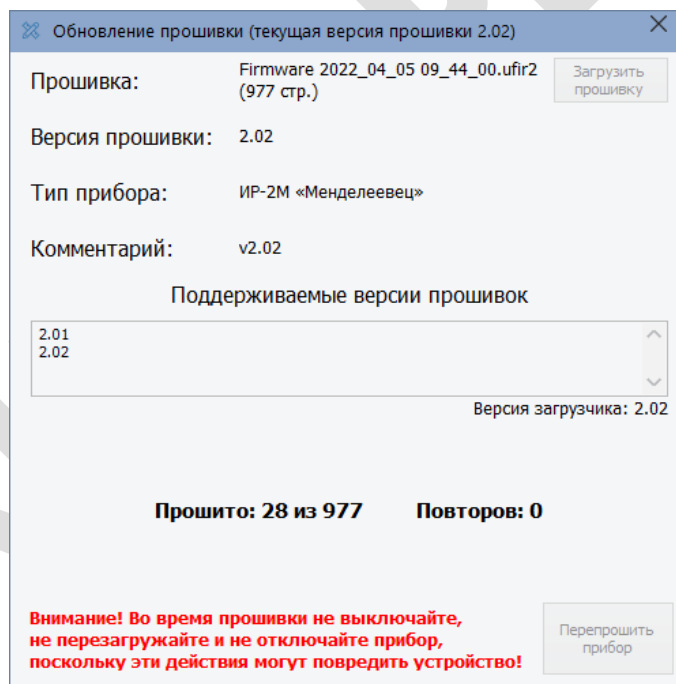

Рисунок 53 – Процесс прошивки прибора
3.10.6 Нажмите кнопку «Перепрошить прибор», чтобы запустить процесс прошивки прибора (рисунок 53).